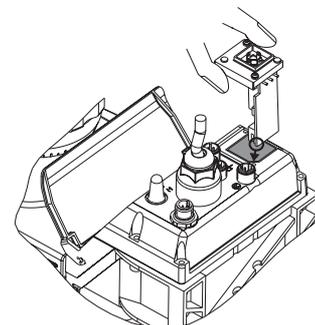

Fig. 20
- ▶ Saisissez la carte relais de la main gauche aux bords gauche et droit du couvercle du relais – (voir fig. 20).